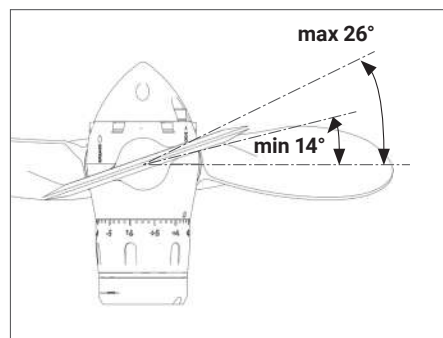

ABB. 26 | Standardeinstellbereich
- Jede Einstellkerbe entspricht einer Änderung des Blattwinkels um $0,25^\circ$ und bewirkt eine Erhöhung oder Verringerung der Motordrehzahl um ca. 40-50 U/min bei gleicher Bootsgeschwindigkeit (dieser Wert ist ein reiner Richtwert und hängt von den Spezifikationen des eingebauten Motors ab). Der Standardeinstellbereich reicht von minimal 14° bis maximal 26° (**Abb. 26**). Für spezielle Anwendungen sind auch Steigungseinstellungen mit einem Bereich von mindestens 20° bis maximal 32° erhältlich.